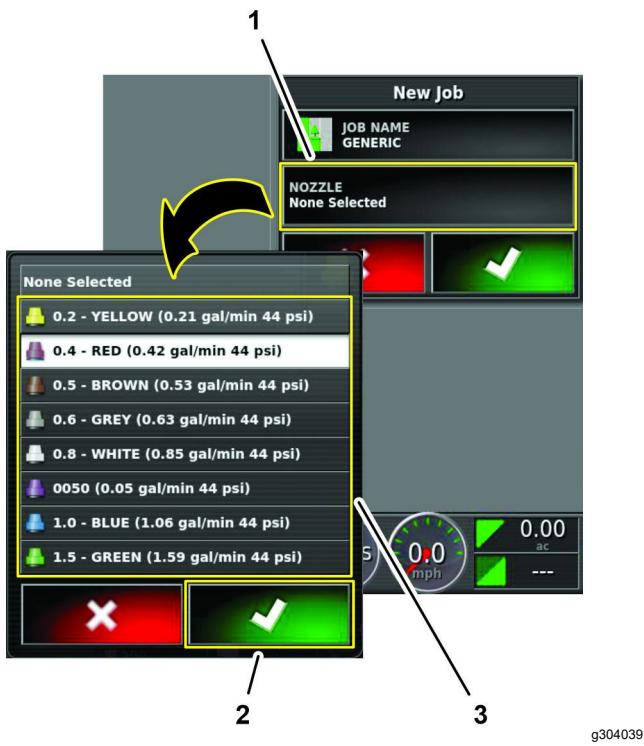

Figura 119
3. En el cuadro de diálogo Nuevo trabajo, pulse el icono de la BOQUILLA (Figura 119).
4. En la lista de selección de boquillas, pulse cualquier ícono de boquilla y pulse el ícono Confirmar (Figura 119).